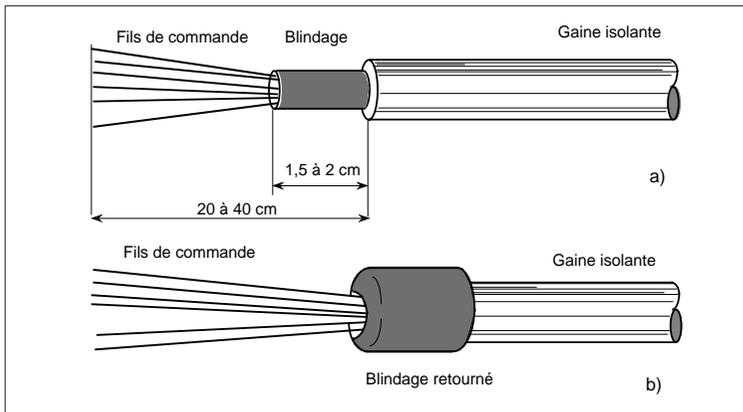

Figure 3-4 Dénudage du câble de commande
- **Dénuder** le câble blindé comme expliqué sur la figure 3-4,a.
- **Retourner** le blindage sur la gaine isolante (figure 3-4,b).